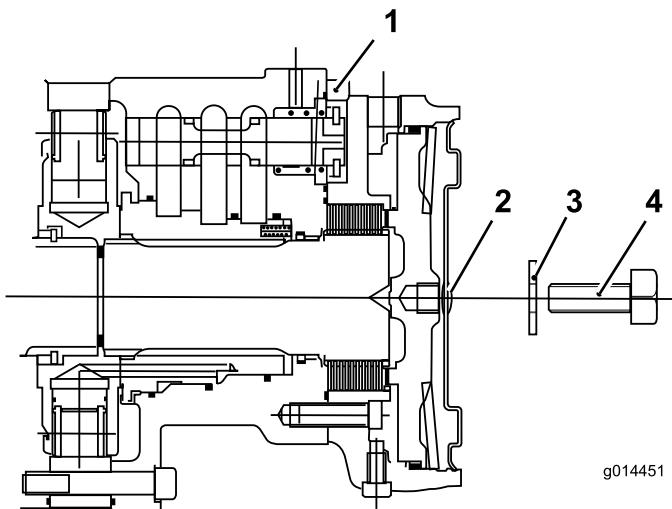

Figure 37
7. Placez un boulon (12 x 40 mm) et une rondelle (12 mm) dans le trou au centre de la plaque d'extrémité du moteur (Figure 37).
8. Serrez le boulon dans le trou fileté du piston de frein jusqu'à ce que le frein soit desserré (Figure 37).